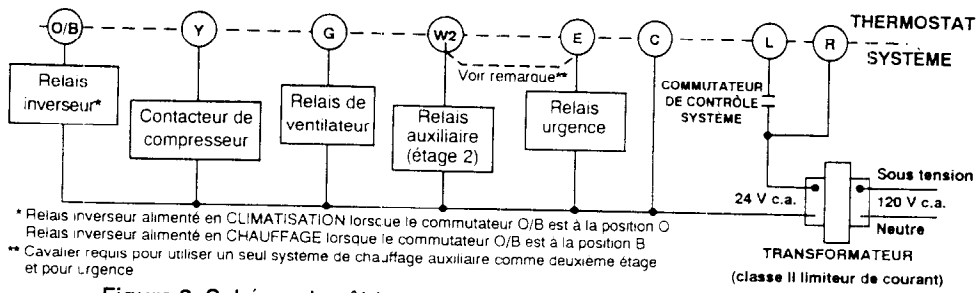

Figure 2. Schéma de câblage typique, installation à un seul transformateur
2. Raccorder les fils sous les bornes à vis du socle en se fiant au schéma de câblage qui convient (fig. 2 à 4).